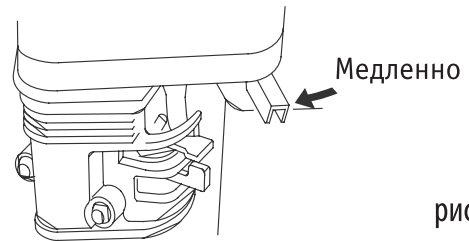

рис. 35
5. Переместите рычаг газа из позиции «МЕДЛЕННО» на 1/3 в направлении позиции «БЫСТРО». Что соответствует средним оборотам двигателя (рис. 35).